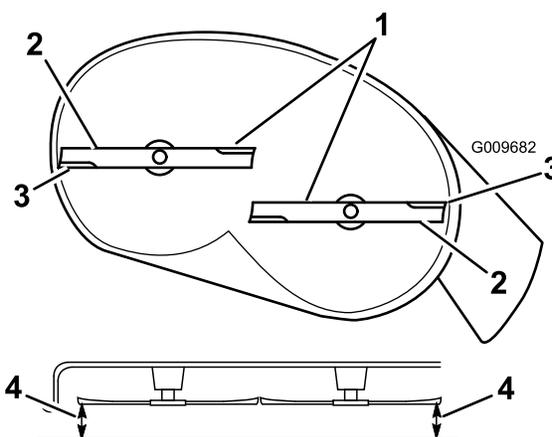

Figure 50
4. Faites pivoter la ou les lames avec précaution pour qu'elles soient toutes parallèles (Figure 50 et Figure 50).
5. Mesurez la distance entre les tranchants extérieurs et le sol plat (Figure 50). Si les deux mesures diffèrent de plus de 5 mm (3/16 po), un réglage s'impose. Poursuivez la procédure.